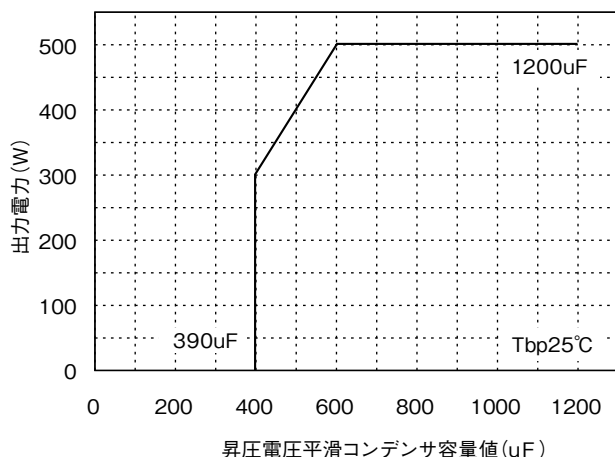

図1-3 出力電力 対 昇圧電圧平滑コンデンサ容量値
- (注2) 合計容量値が390uF ~ 600uFの場合は、出力電力のディレーティングが必要となります。図1-3をご参照下さい。
ただし、コンデンサ容量を軽減してご使用いただいた場合には、図1-3に示す通り出力電力を軽減する必要がありますのでご注意ください。